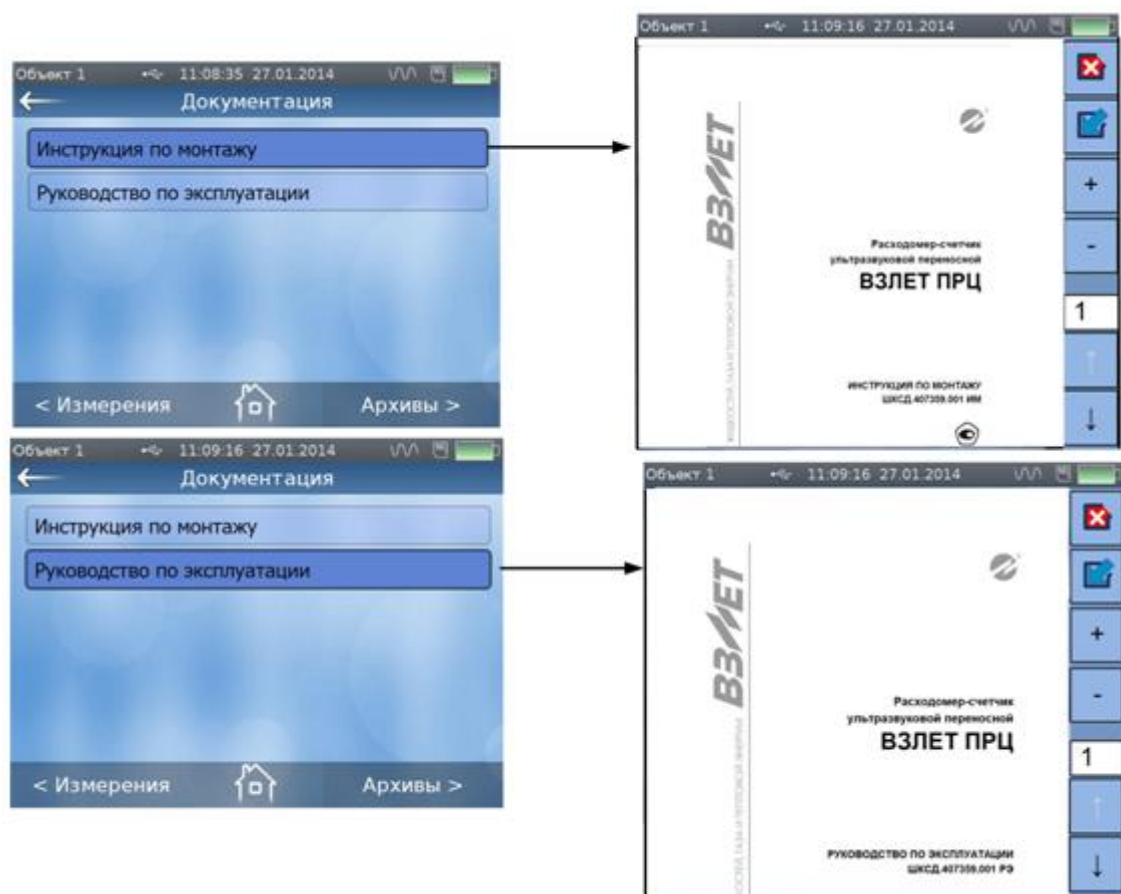

Рис.18. Окно «Документация».
- 4.11. В окне **Документация** (рис.18) доступны для чтения настоящее руководство по эксплуатации и инструкция по монтажу на расходомер, что облегчает работу с прибором и его монтаж при отсутствии на объекте эксплуатации персонального компьютера или печатного издания эксплуатационной документации.